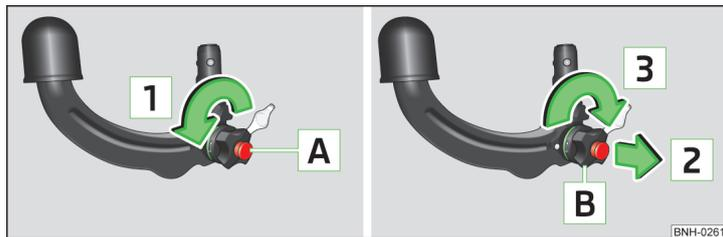

Fig. 101 Impostazione della predisposizione
- Girare la chiave **A** in direzione della freccia **1** fino all'arresto in battuta » fig. 101.